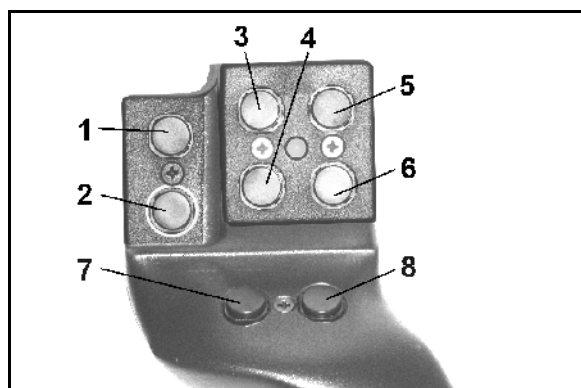
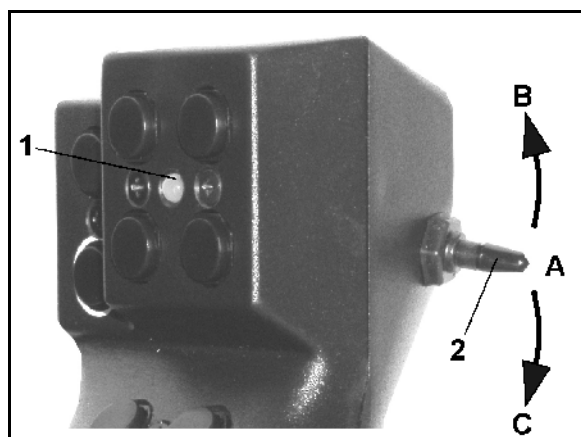

Fig. 55
Fig. 56
Ved betjening av **AMATRON⁺** har multifunksjonsspaken (Fig. 55) 8 taster (1 - 8) til disposisjon. I tillegg kan man ved hjelp av bryteren (Fig. 56/2) endre konfigurasjon av tastene i tre ulike modi.
-  midtstilling (Fig. 55/A) og kan stilles
-  oppover (Fig. 55/B) eller
-  nedover (Fig. 55/C).
Bryterstillingen vises i form av en LED-lampe (Fig. 55/1).